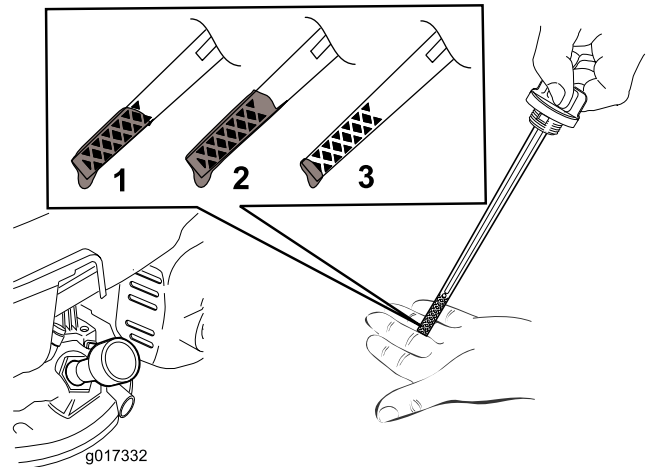

Рисунок 38
3. Проверьте уровень масла по щупу (Рисунок 38).